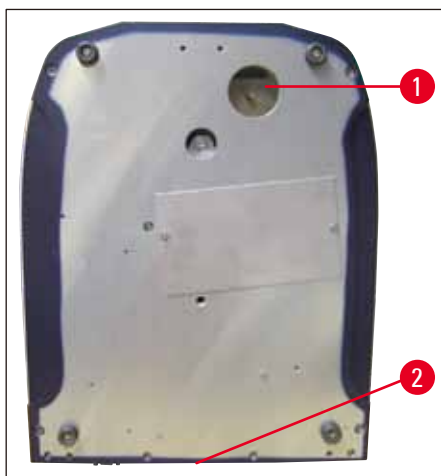

Fig. 7
- Superficie inferiore dello strumento (→ Fig. 7)
- Chiudere il tubo di scarico (→ Fig. 7) situato nella parte inferiore dello strumento (→ Fig. 7-1).